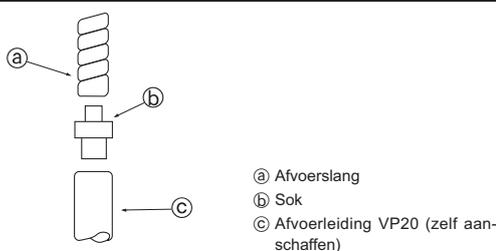

Fig. 5-1
5.1. Afvoerleidingen (Fig. 5-1)
- Gebruik, voor de aansluiting op de VP20, de sok ⑦. Bevestig de sok aan de leiding met een PVC-lijm, zodat deze niet kan lekken.